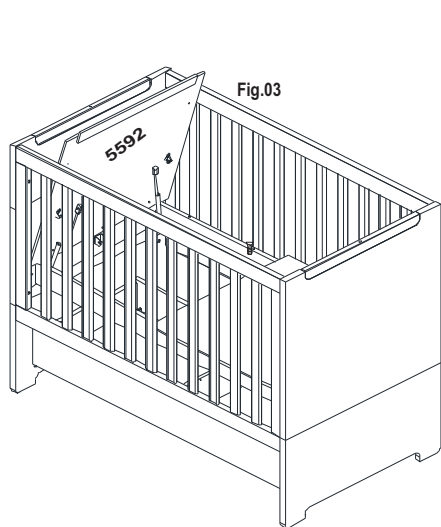

Fig.03
6. Encaixe os pistões no estrado antirrefluxo, para isso será necessário que você gire o estrado. Fig.: 03.